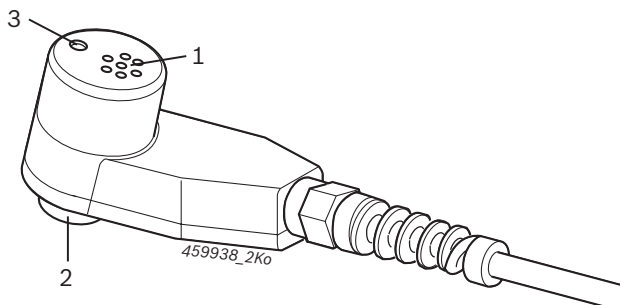

Рис. 2: Комбинированный датчик
- ! Для BEA 030, BEA 055, BEA 060 или BEA 065 подключение к BEA 040 можно выполнить только с помощью соединительного провода 1 684 463 810 (специальные принадлежности). В этом случае BEA 040 получает электропитание через соединительный провод 1 684 463 810 от BEA 030, BEA 055, BEA 060 или BEA 065, **запрещается** подключать блок питания (рис. 2, поз. 4).